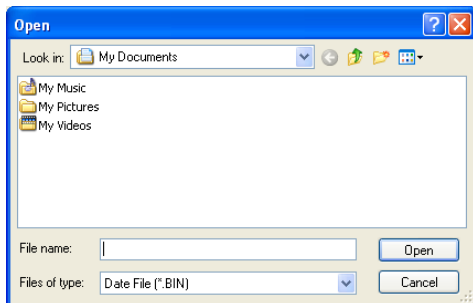

Fig. 5-1-1
Lancer le logiciel et importer les données en cliquant sur "Import Case Data" dans le menu "File" (fichier). La fenêtre suivante (Fig. 5-1-1) apparaîtra:
1. Cliquer sur “Import Case” (importer un cas) dans le menu “File” (fichier) pour afficher l’interface informations sur le cas (voir Fig. 5-1-1) qui peut aider les médecins à importer d’autres données du patient lors de l’observation du tracé.